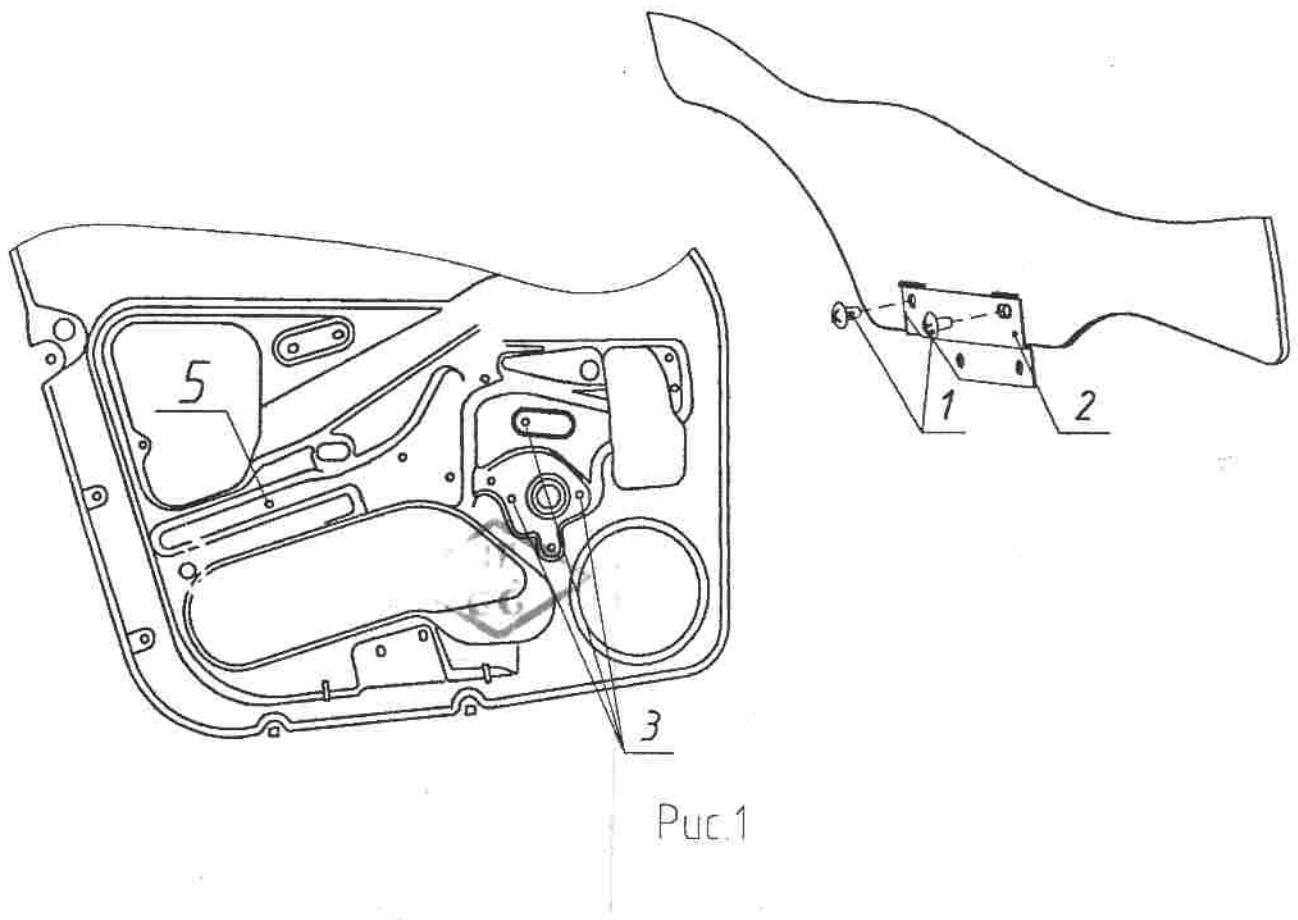

Рис.1
4.7.1. Излечи стекло из двери через оконный проем. Закрепить переходную пластину 2 с помощью штатных винтов-саморезов 1 к стеклу в соответствии с рис. 1.